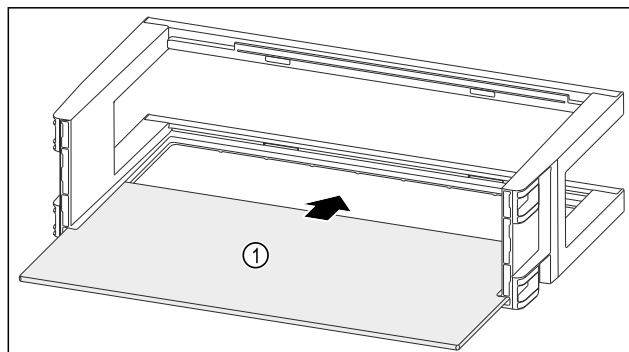

Fig. 134
- Inserire il ripiano Fig. 134 (1) negli incavi laterali.